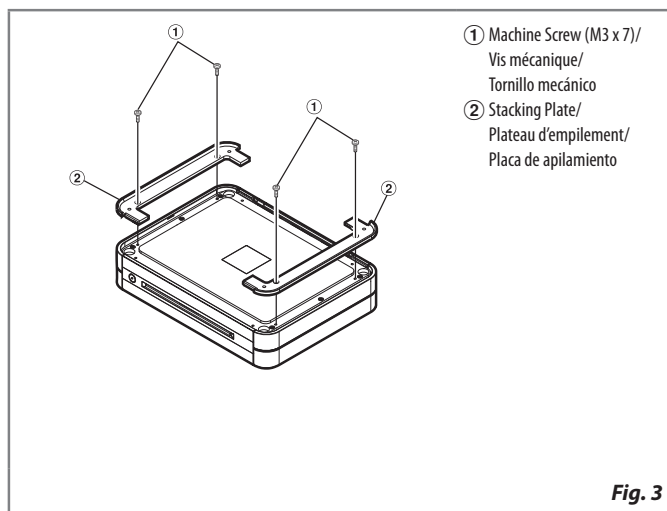

Fig. 3
2. Attach the Stacking Plates (included with other PDX models) on the first unit with Machine Screws M3 x 7 (included with other PDX models). Refer to Fig. 3.
2. Fixez les plaques d'empilement (fournies avec d'autres modèles PDX) sur la première unité à l'aide de vis mécaniques M3 x 7 (fournies avec d'autres modèles PDX). Reportez-vous à la Fig. 3.